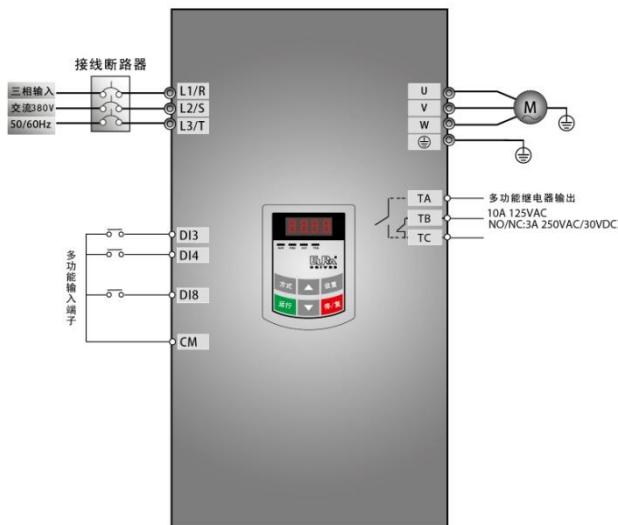

图 5-2 接线图 2
- (1) 按图 5-2 配线，检查接线正确后，合上空气开关，变频器上电；
- (2) 按方式键，进入编程菜单；
- (3) 进行电机参数测量；操作步骤与例 1 完全相同。
- (4) 设置变频器的功能参数；